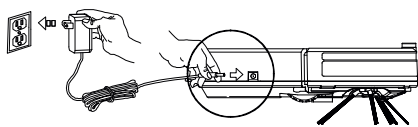
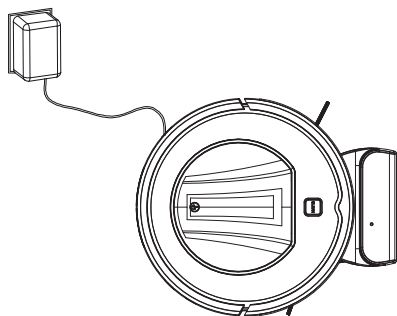

Рис. 2
Рис. 3
7. Зарядите пылесос. Это можно сделать двумя способами: через сетевой адаптер (Рис. 2) или с помощью зарядной станции (Рис. 3). Для того, чтобы зарядить через зарядную станцию, нажмите на переключатель питания пылесоса, если пылесос выключен. Световой индикатор кнопки «CLEAN» начнет мигать. Затем поставьте устройство на зарядную станцию так, чтобы контакты для подключения к базе и контакты для зарядки пылесоса совпали. Пылесос будет заряжаться до 5 часов. Когда пылесос полностью зарядится, световой индикатор загорится ровным светом.